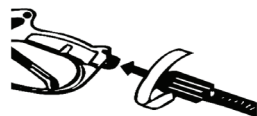

Рисунок 4
- Подсоедините шланг высокого давления к распылителю. Надежно затяните (рисунок 4).